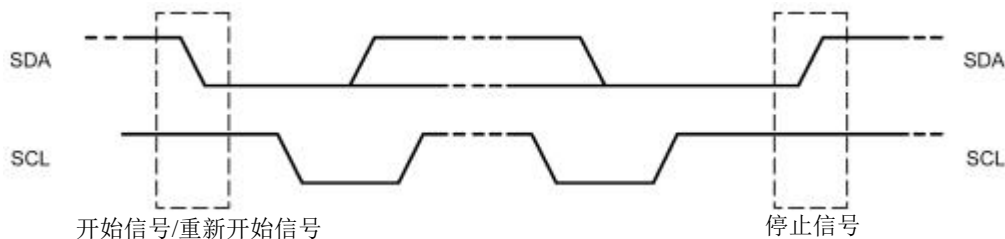

Figure 15-4 开始、重新开始、停止信号
**开始信号 (START)：**如 Figure 15-4 所示，当 SCL 为高电平时，SDA 由高电平向低电平跳变，产生开始信号。当总线空闲的时候，例如，没有主动设备在使用总线 (SDA 和 SCL 都处于高电平)，主机通过发送开始 (START) 信号建立通信。
**停止信号 (STOP)：**如 Figure15-4 所示，当 SCL 为高电平时，SDA 由低电平向高电平跳变，产生停止信号。主机通过发送停止信号，结束数据通信。